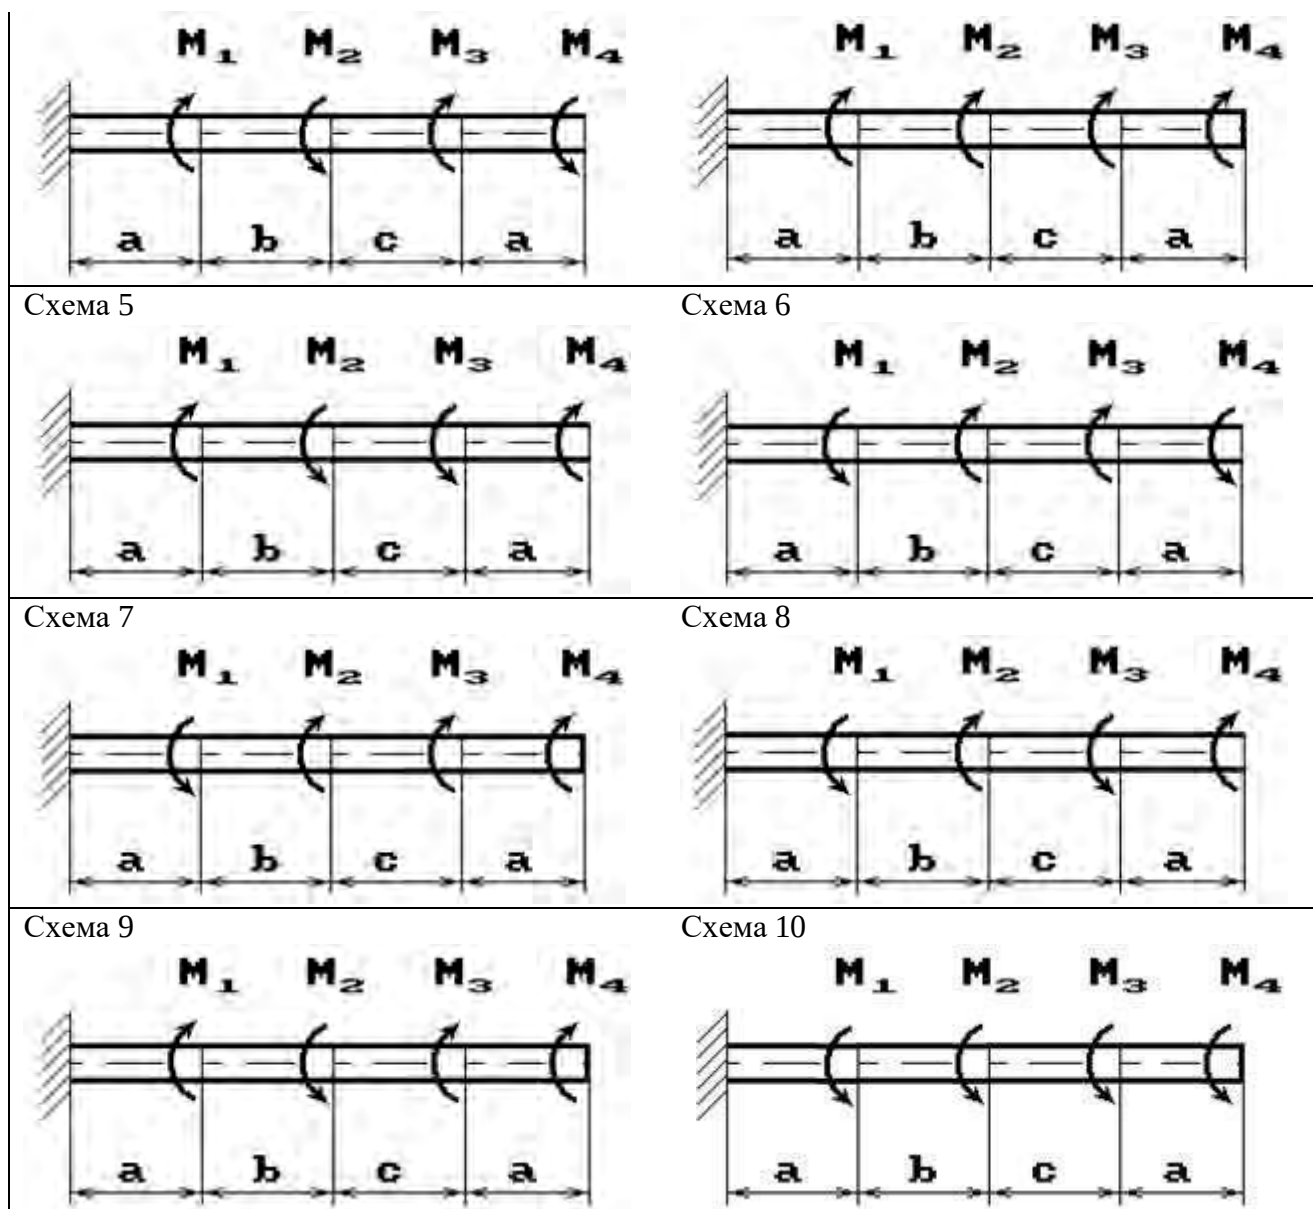

Рис. 13
**Задача 13.1.** К стальному валу приложены скручивающие моменты:  $M_1$ ,  $M_2$ ,  $M_3$ ,  $M_4$ , (рис. 13). Требуется:
| Номер варианта | Схема по рис. 13 | Моменты, кН·м |       |       |       | Расстояния, м |     |     | $[\tau]$ , МПа |